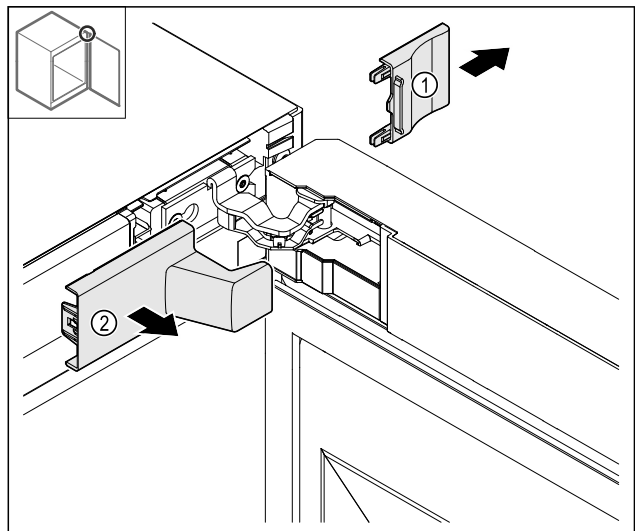

Fig. 8
- ▶ Abdeckung Fig. 8 (1) und dann Fig. 8 (2) entfernen.